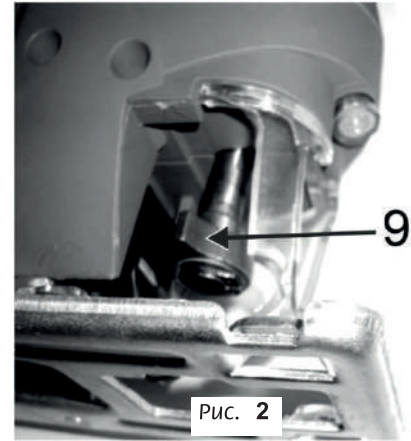

Рис. 2
- Данная модель лобзика имеет быстро зажимной фиксатор пильного полотна (9)(См. Рис.2).
- Отведите пружинный фиксатор полотна (9)(См. Рис. 2) в сторону и вставьте Т-образный хвостовик пильного полотна в посадочное гнездо держателя до упора.